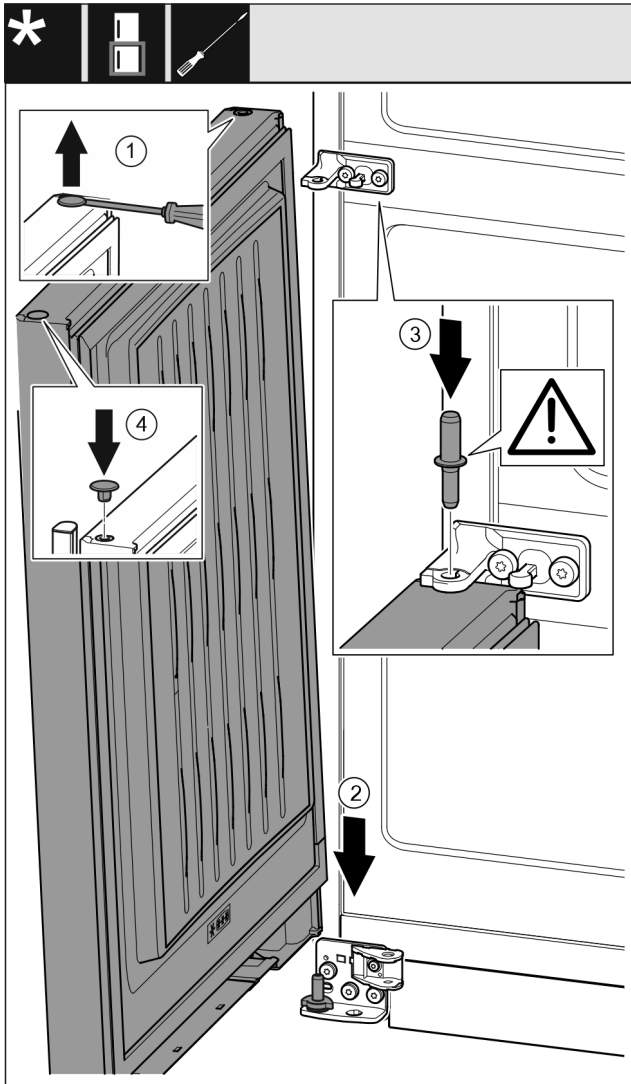

Fig. 41
- Stop voorzichtig met een sleufschroevendraaier optillen en eruit trekken. Fig. 41 (1)
- Deur van boven op de onderste lagerbout plaatsen. Fig. 41 (2)
- Het midden van de lagerbout door het midden van de lagerbus in de onderste deur aanbrengen. Let op dat de vergrendelnok naar achter wijst. Fig. 41 (3)
- Stop op de andere kant weer aanbrengen. Fig. 41 (4)